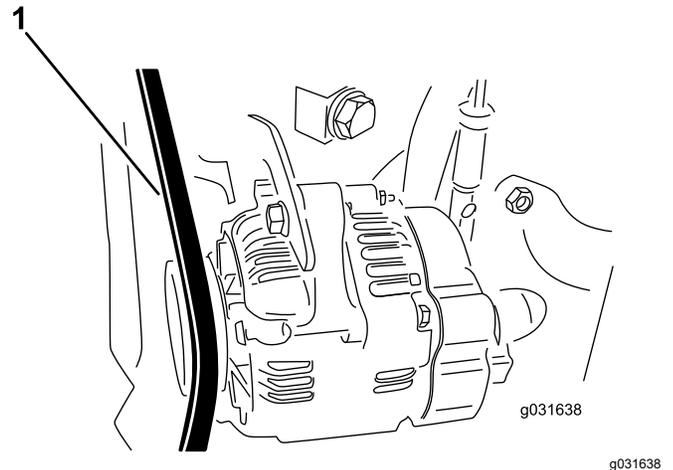

图 60
2. 向交流发电机皮带的两个皮带轮中间位置施加 30N 的力量图 60。